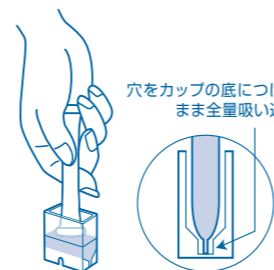

図4
④ そのままの状態、穴を検水の中に入れ、つまんだ指をゆるめ、全量吸い込みます。(検水はチューブの半分入ります。)(図4)